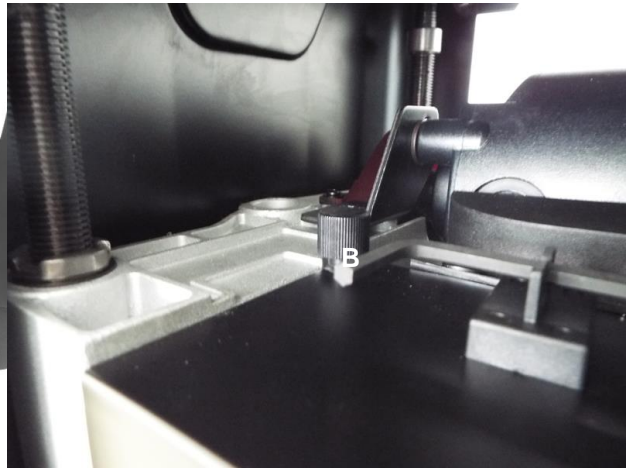

FIG 7
3. Retirez la protection de la tête de coupe (A) en enlevant les vis papillons (B). VOIR FIG 7 en page suivante.